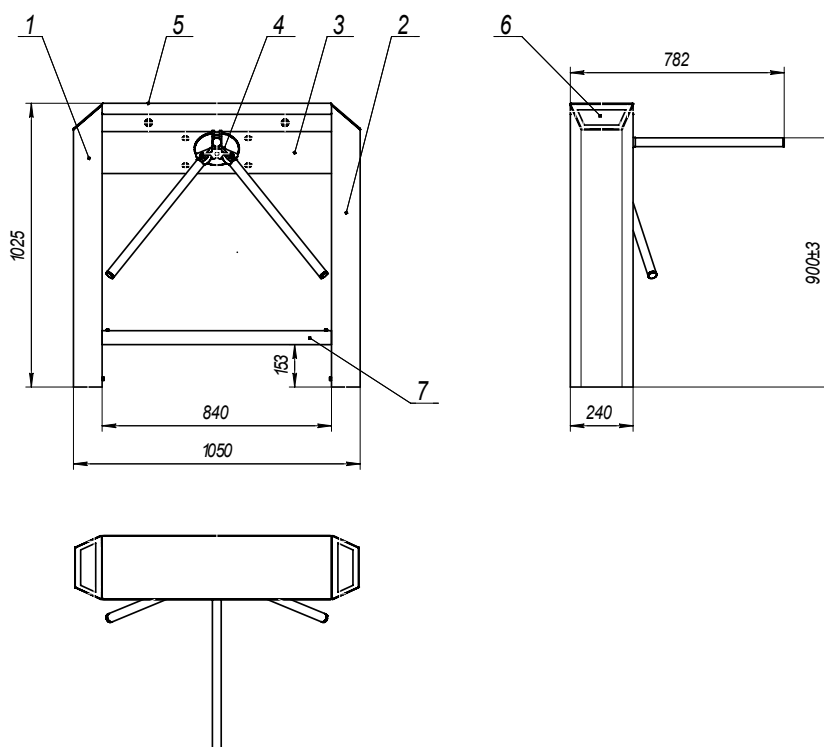

Рис.1
5.1 Турникет-тумба (см. рис.1) представляет собой сборный металлический корпус, состоящий из двух полых боковых стоек (1,2) и перемычки (3). В перемычке на наклонной плите установлены привод турникета с триподом (4), а также платы блока управления. Перемычка закрывается сверху крышкой (5), которая фиксируется с помощью двух замков. В верхней части боковых стоек размещены считывающие устройства и светодиодные знаковосинтезирующие индикаторы. Сверху боковые стойки закрываются наклонными панелями (6), которые выполняются из тонированного акрила или из нержавеющей стали, и фиксируются винтами. Снизу боковые стойки соединены трубой квадратного сечения (7), предназначенной для предотвращения «пролезания» под турникетом.